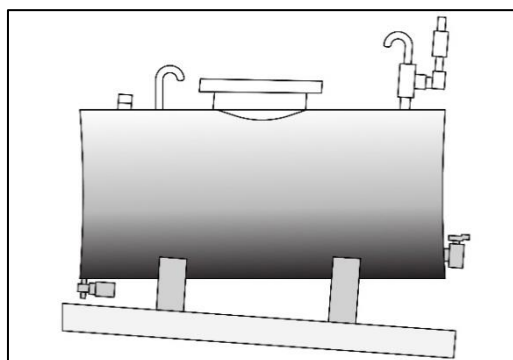

Fig. 356 : DISPOSITION D'UN RÉSERVOIR DE STOCKAGE
3. Le réservoir de stockage (Fig. 356) doit être abrité et soutenu sur un support suffisamment haut pour que le réservoir de carburant du tracteur puisse être rempli par gravité. Il doit disposer d'une trappe adaptée pour permettre le nettoyage. Le robinet de sortie doit se trouver à environ 75 mm du fond du réservoir afin de laisser l'eau et les sédiments se déposer. Il doit être équipé d'une grille amovible. Le fond du réservoir doit être légèrement incliné (environ 4 cm par mètre) vers l'arrière (côté bouchon de vidange).